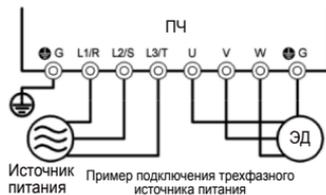

Рис. 4.1 Подключение зажимов главной цепи
- (1) Проверьте подключение проводников к зажимам питания (L1/R, L2/S и L3/T или L1/L и L2/N) и выходным зажимам ПЧ (U, V и W). Кроме того, необходимо проверить правильность подключения заземляющих проводников к соответствующим зажимам. См. рис. 4.1.